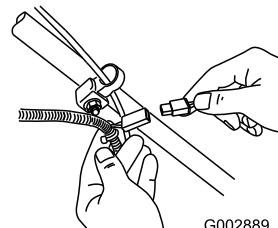

Figure 28
- Branchez le chargeur au faisceau de câblage de la tondeuse situé sous la clé de contact (Figure 28).